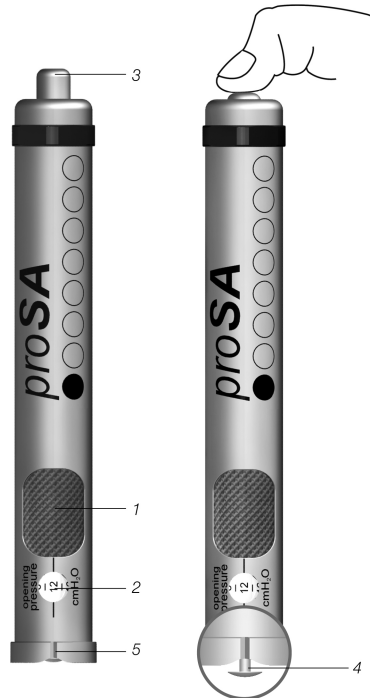

Fig. 4: proSA Adjustment Tool
Le *proSA Adjustment Tool* (fig. 4) sert au réglage de la pression d'ouverture de la valve. Le niveau de pression souhaité est sélectionné en tournant la molette de réglage (1), le niveau de pression apparaît dans la fenêtre d'affichage (2). L'*Adjustment Tool* est posé de manière centrée sur la valve. L'actionnement du bouton-poussoir (3) permet de faire sortir du fond la pointe d'ajustage (4), de déverrouiller le rotor dans la valve et de régler la pression d'ouverture de la valve. Au moment du placement sur la valve, le marquage (5) sur l'*Adjustment Tool* doit pointer vers le cathéter proximal (conduisant au ventricule). La flèche sur la partie inférieure du capuchon est orientée dans le sens de circulation du flux.